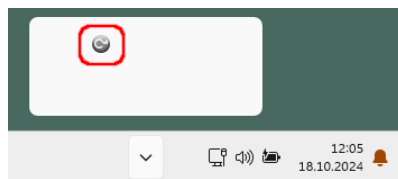

Abb. 2.4.1: System-Tray.
- Starten Sie anschließend das „CodeMeter®-Kontrollzentrum“ auf dem Dongle-Server (siehe CodeMeter®-Icon im System-Tray, rechts unten in der Windows-Taskleiste [Abb. 2.4.1]).